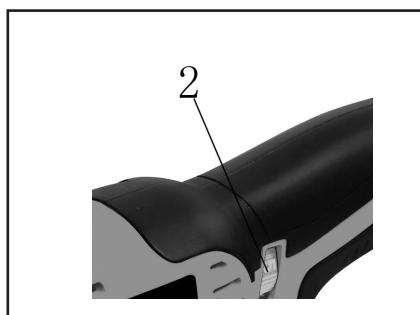

rys. 5
- ※ Aby narzędzie wałczyć należy przesunąć wyłącznik (1) w kierunku do przodu narzędzia (rys. 5).
- ※ Aby narzędzie wałczyć należy przesunąć wyłącznik w kierunku do tyłu narzędzia (rys. 5).
2. Położyć na podłodze kawałek płytki posadzkowej (1) około 1/2" (25 mm) od obramienia drzwiowego (2)
3. Ustawić narzędzie z tarczą (3) w taki sposób, aby dotykało lekko powierzchni płytki i aby żeby tnące NIE DOTYKAŁY powierzchni ciętej.
4. Ustawić najwyższe obroty i włączyć narzędzie (rys. 5 i 6)
3. Umieścić tarczę tnącą (2) bezpośrednio przy podłodze na środku jednej z linii cięcia.
4. Ustać średnie obroty i włączyć narzędzie (rys. 5 i 6).
2. Przyłożyć puszkę do ściany i miękkim ołówkiem obrysować wymagany otwór o kształcie prostokąta (1)
3. Umieścić krawędź tnącą tarczy (2) bezpośrednio przy ścianie na środku jednej z linii cięcia.
4. Przełączyć wyłącznik w pozycję WŁĄCZONE w sposób pokazany na rys. 5.
2. Ustawić regulator obrotów na 4 i przełączyć wyłącznik w pozycję WŁĄCZONE w sposób pokazany na rys. 5 i 6.